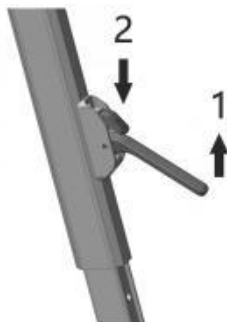

Figura D7
a. Sollevare il fermo del braccio e premere verso il basso la testa di bloccaggio, quindi far scorrere il braccio di supporto fino all'altezza appropriata (Figura D7) e rilasciare la testa di bloccaggio per bloccare il braccio di supporto.